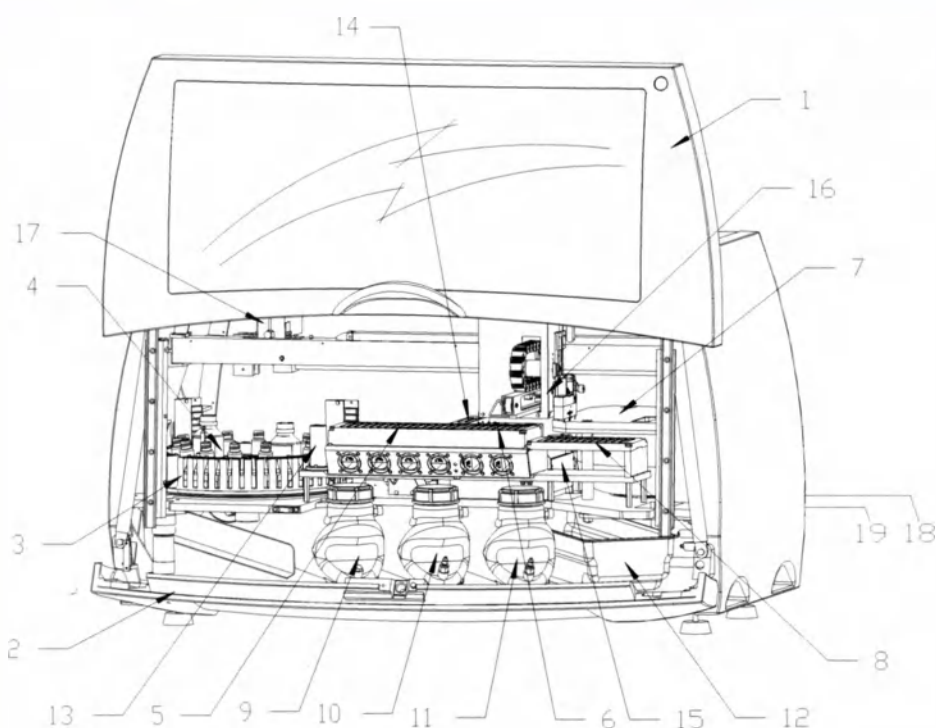

Рис. 1-2: Обозначение деталей
При открытии дверцы можно увидеть следующие части (Рис. 1-2):
Расположена на задней части оборудования рядом с выключателем (Рис. 1-2) (18)).
Расположено на карусели с образцами и дает информацию о номере образца, которому соответствует каждая ячейка карусели (Рис. 1-2 (3)).
Данные этикетки расположены на передней стороне и на крышке флаконов с промывочным раствором (Рис. 1-2 (10) и (11)) и на том месте, куда они устанавливаются. Они используются для идентификации содержимого и места каждого флакона.
Они расположены на красной крышке и передней стороне флакона для отходов (Рис. 1-2 (9)), а также на передней стороне лотка для использованных карт (Рис. 1-2 (12)). Они используются для предупреждения об их содержании, которое является потенциально инфекционным.